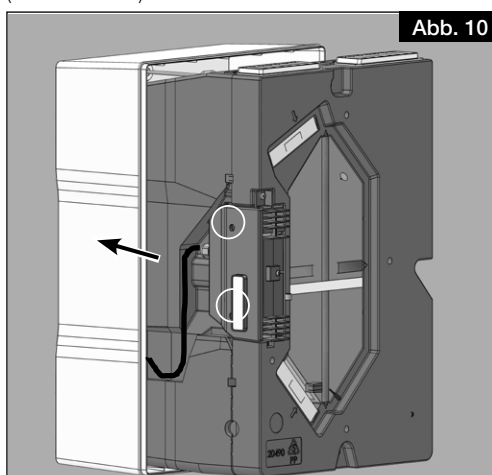

Abb. 10
5. Den Klemmenkastendeckel schließen und mit den zwei Schrauben befestigen. Das Gerät vollständig einschieben (siehe Abb. 10).